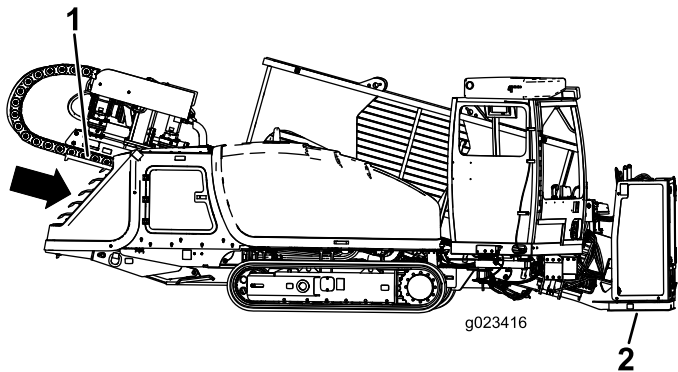

Figura 73
9. Abaixe a lança, inclinando-a até a placa entrar em contato com o solo (Figura 73).